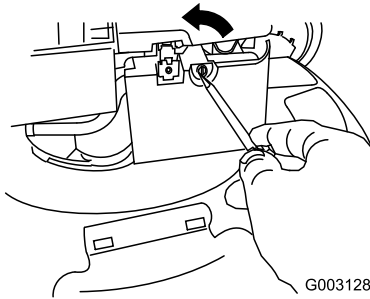

Bild 44
2. Öffnen Sie die Luftfilterabdeckung mit einem Schraubenzieher (Bild 44).